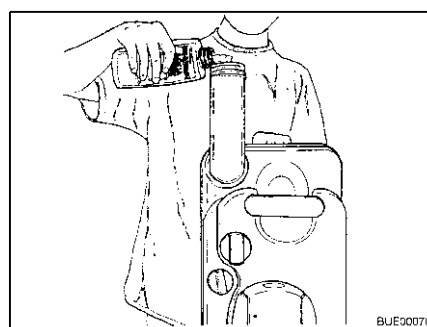

Fig. 198 Remplir de liquide pour sanitaires
- Remplir le réservoir pour matières fécales de la quantité indiquée de liquide pour sanitaires (Fig. 198).